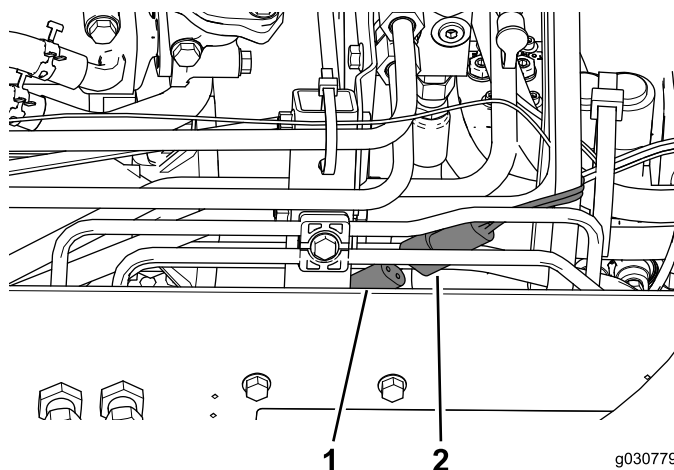

Рисунок 48
2. Подсоедините разъем питания кабины к разъему на правой стороне машины (Рисунок 48).